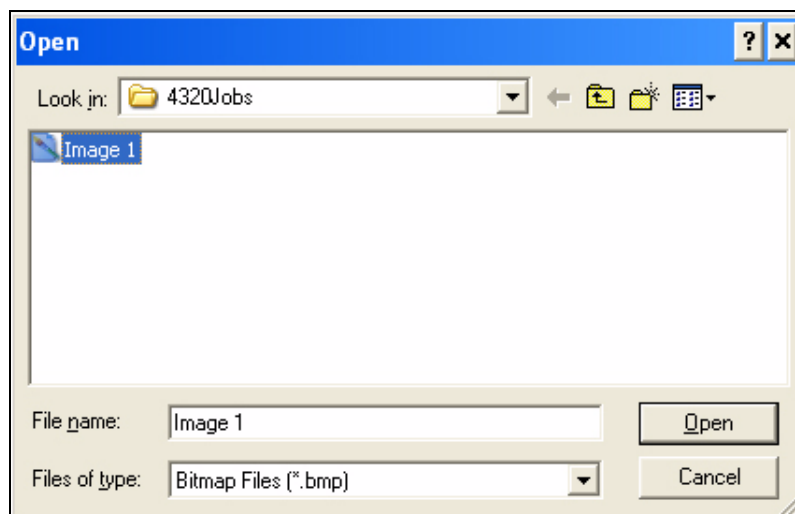

Рисунок 4-16: Экран подключения файла Bitmap
- 4 Укажите местоположение файла bitmap, который предполагается для печати. (Рисунок 4-16 на странице 4-14).